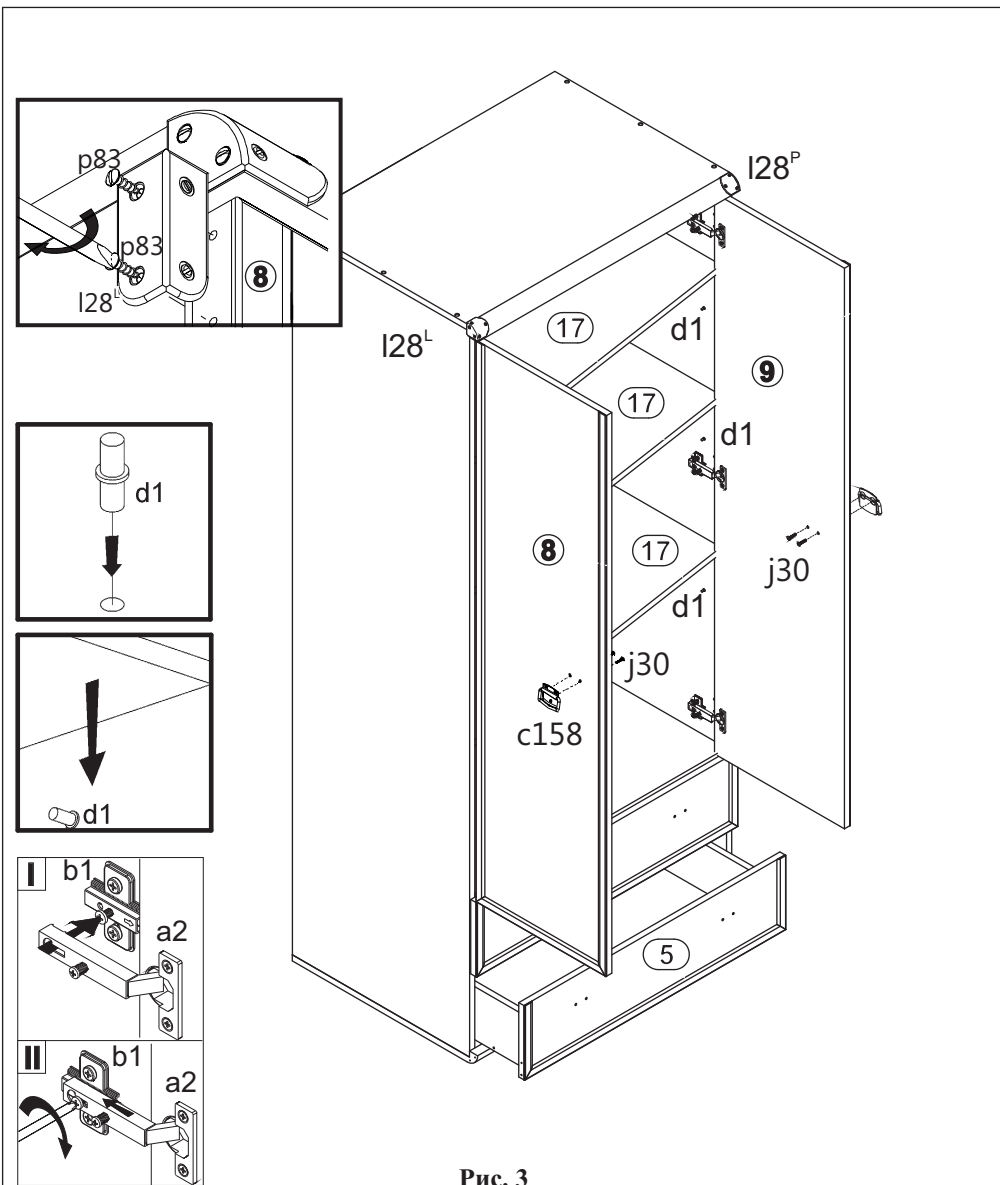
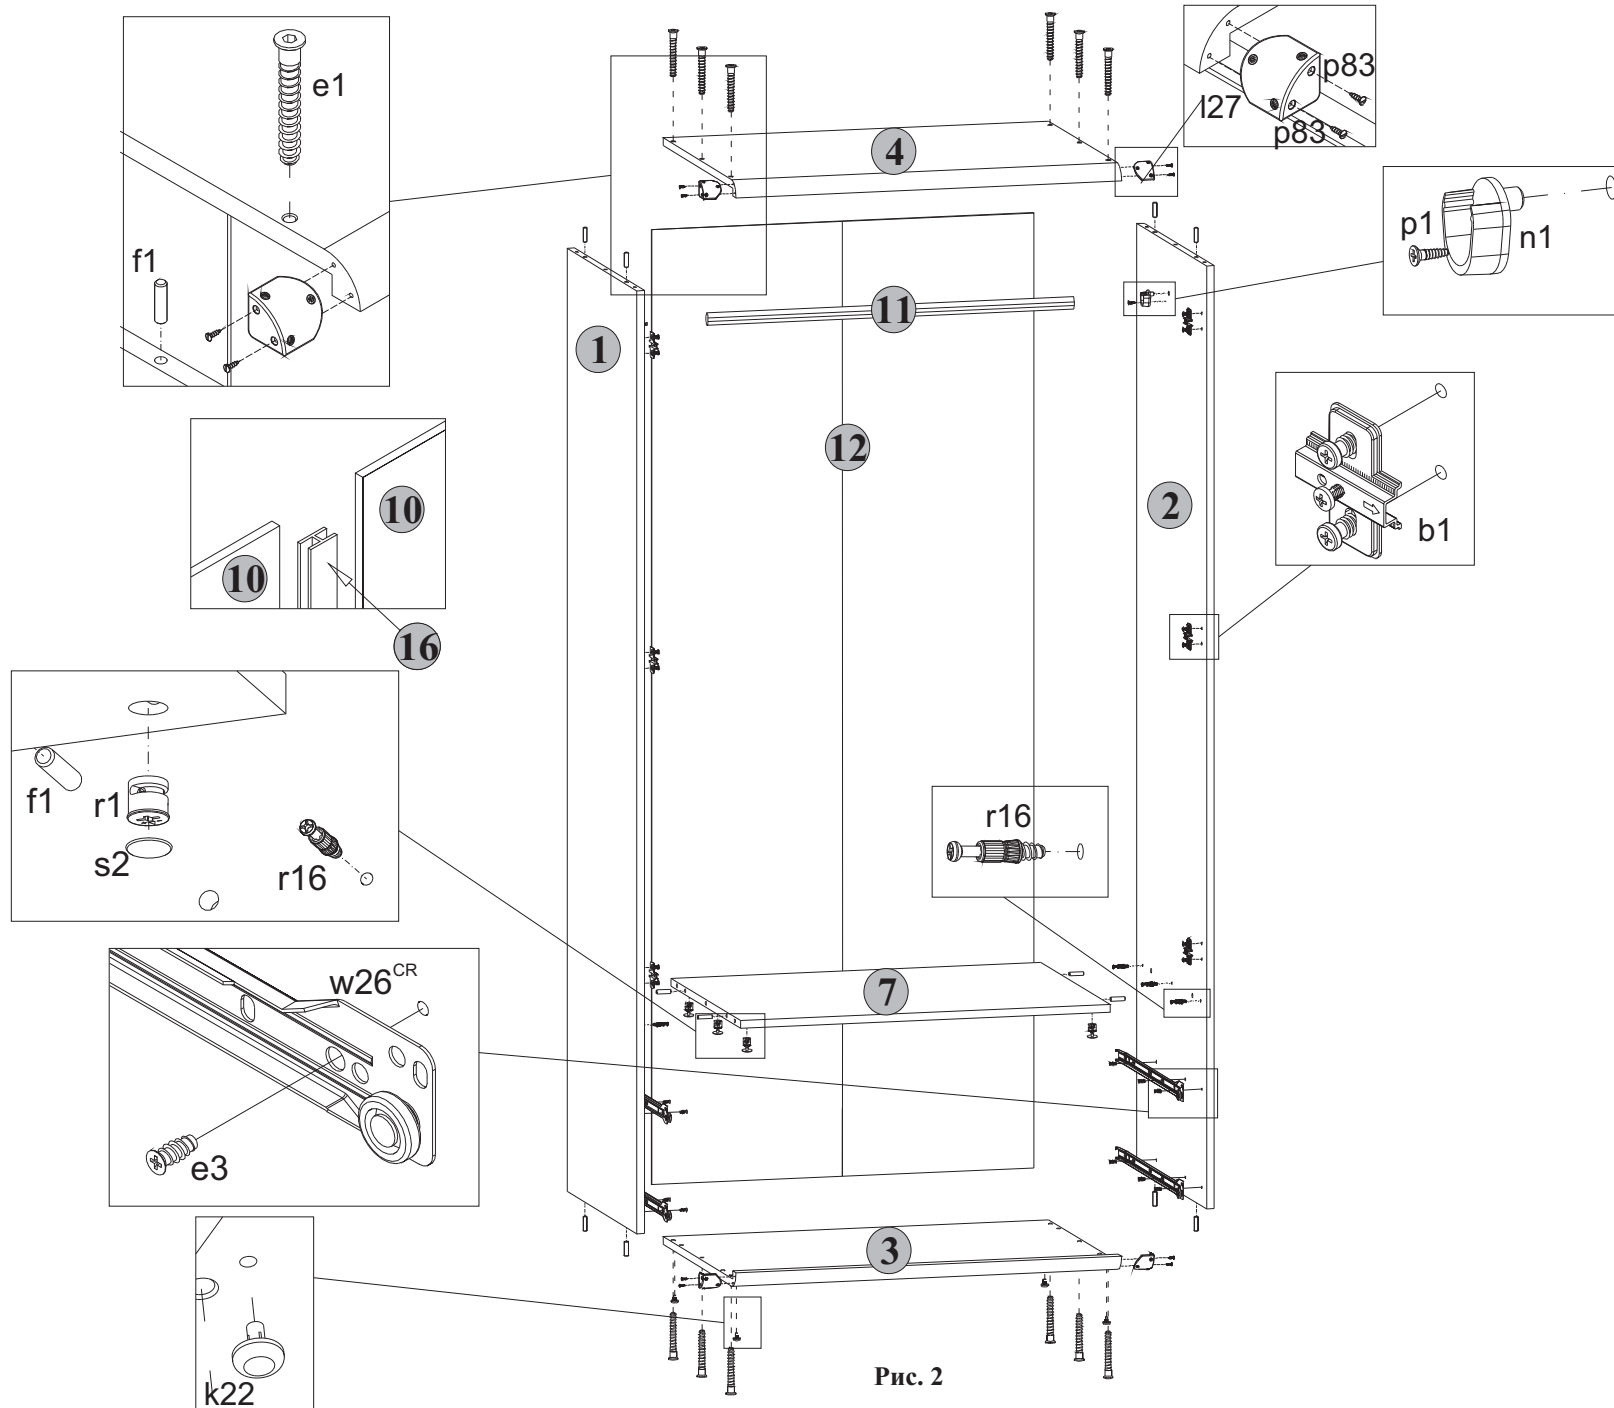

Рис. 3
Рис. 2
5.26 Положить двери 8 и 9 фасадной поверхностью вниз на ровную поверхность. Закрепить на дверях петли шарнирные a2, пользуясь крестообразной отверткой (см.рис.3).
5.27 Навесить двери на корпус шкафа, совместив петли шарнирные a2 с направляющими петель b1 (см.рис.3). При необходимости отрегулировать положение дверей вращая регулировочные винты (см.рис. 2).
5.28 К боковой левой кромке на двери 8 у верхнего угла шурупами p83 закрепить накладку декоративную I28л, пользуясь плоской отверткой (см.рис. 3).
5.29 К боковой правой кромке на двери 9 у верхнего угла шурупами p83 закрепить накладку декоративную I28п, пользуясь плоской отверткой (см.рис. 3).
5.30 В отверстия диаметром 5 мм на внутренних поверхностях дверей 8 и 9 вставить шурупы j30, снаружи совместить отверстия ручек c158 с резьбой шурупов и завернуть шурупы j30 пользуясь крестообразной отверткой удерживая ручки (см.рис. 3).
5.31 Для изделия Шкаф JSZF 2d2s установить штангу 11 на штангодержатели n1 (см.рис. 2).
5.32 Для изделия Шкаф JSZF 2d2s с полками установить полки 17 на полкодержатели d1 (см.рис. 3).
5.2 В отверстия диаметром 8 мм на верхних и нижних кромках стенок боковых 1 и 2, а также на боковых кромках полки соединительной 7 вбить деревянные шканты f1 (см.рис. 2).
5.5 В отверстия диаметром 5 мм над направляющими роликовыми w26CL и w26CR на внутренних поверхностях стенок боковых 1 и 2 вкрутить винты стяжки r16, пользуясь крестообразной отверткой (см.рис. 2).
5.6 Для изделия Шкаф JSZF 2d2s в отверстия диаметром 8 мм на внутренних поверхностях стенок боковых 1 и 2 вставить штангодержатели n1 и закрепить шурупами p1, пользуясь крестообразной отверткой (см.рис. 2).
Для изделия Шкаф JSZF 2d2s с полками в отверстия диаметром 5 мм на внутренних поверхностях стенок боковых 1 и 2 вставить полкодержатели d1 (см.рис. 2).
5.7 На нижней поверхности полки соединительной 5 в отверстия диаметром 15 мм вставить стяжки эксцентриковые r1 (см.рис. 2).
5.8 В отверстия диаметром 4,5 мм на нижней поверхности щита нижнего 3 вставить опоры полимерные k22 (подпятники) (см.рис. 2).
5.10 К стенкам боковым 1 и 2 присоединить щиты нижний 3 и верхний 4 и стянуть еврошурупами e1, пользуясь специальным ключом z1 из комплекта фурнитуры (см.рис. 2).